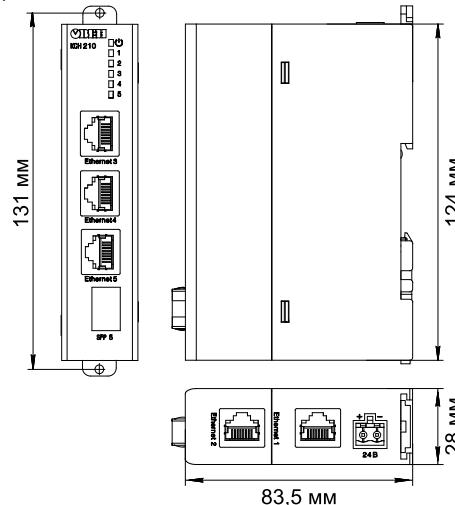

Рисунок 2 – Габаритные размеры
- Подготовить крепежные отверстия на вертикальной поверхности согласно размерам (см. рисунок 2).